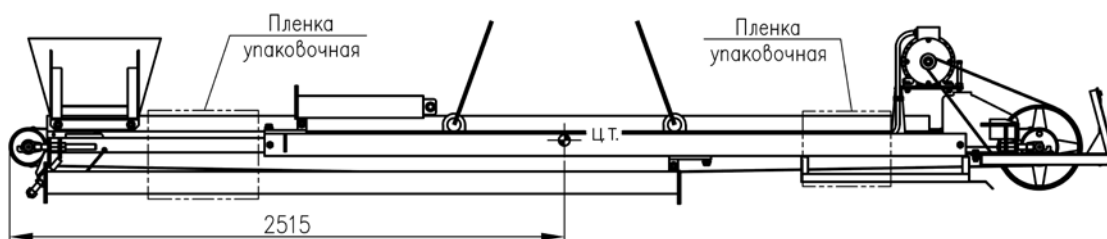

Рис. 7. Схема строповки конвейера выдвигной в транспортном положении
- 3.2. Погрузка и разгрузка конвейера должна выполняться грузозахватными приспособлениями необходимой длины и грузоподъемности. Схема строповки показана на рис. 7.